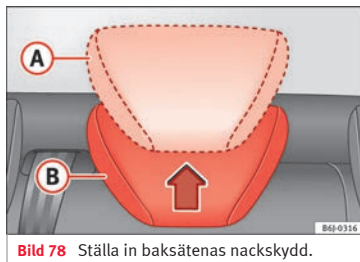

Bild 78 Ställa in baksätens nackskydd.
- Uppfällt läge eller användningsläge **(A)** » **bild 78**. I detta läge används nackskyddet normalt och skyddar tillsammans med säkerhetsbältena bak passageraren i baksätena.
- Viloläge, **(B)** används inte » **bild 78**. I detta läget förbättras förarens sikt bakåt.